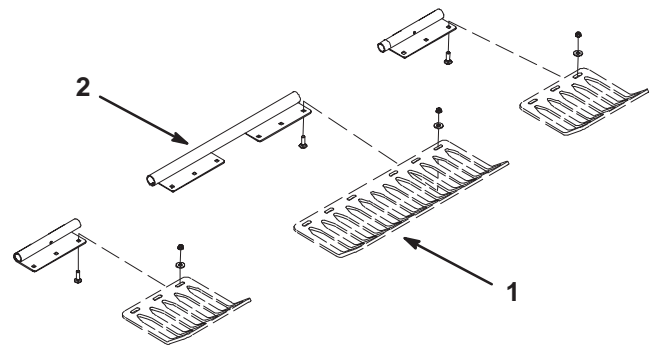

Bild 24
3. Befestigen Sie die Rasenschutzvorrichtungen mit 12 Schlossschrauben, flachen Scheiben und Bundmuttern lose an den Rasenschutzvorrichtungshalterungen (Bild 24). Ziehen Sie die Bolzen nicht fest. Die Schlossschraubenköpfe müssen sich unter den Rasenschutzvorrichtungshalterungen befinden.